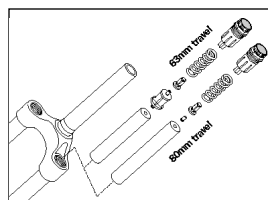

Fig. 2
2. Rimuovere il gruppo molle (coperchio superiore, molla di torsione, regolatore di rigidità della sospensione, distanziatore e MCU (vedi fig. 2)).